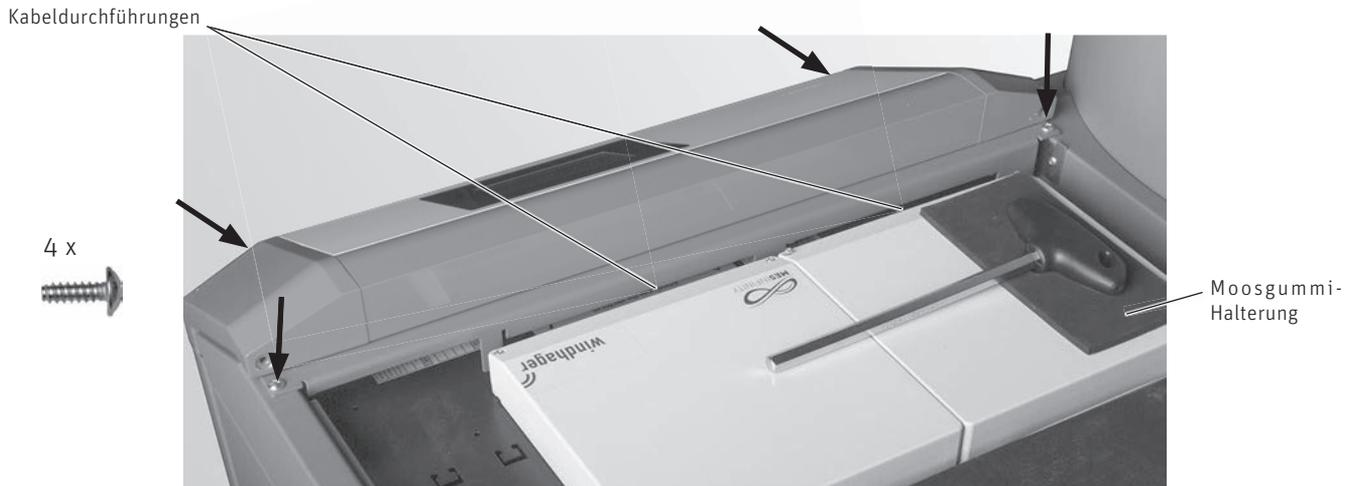

Fig. 97 Bedienfeld aufstecken und anschrauben
- Beim Bedienfeld die Kabeldurchführungen nach innen biegen, Bedienfeld aufstecken und mit 4 Blechschrauben befestigen – Fig. 97.
- Moosgummi-Halterung für Innensechskantschlüssel aufkleben – Fig. 97